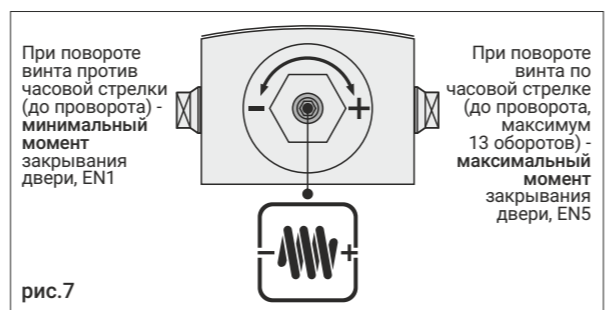

рис.7
7. Отрегулируйте требуемую силу пружины винтом PA, всего 13 полных оборотов, рис. 7. Изменение момента закрывания PA и его влияние на характеристики дверного доводчика (допустимые вес и ширина дверного полотна, углы работы функций, максимальный угол открывания и т.д.) приведены на рис. 8.